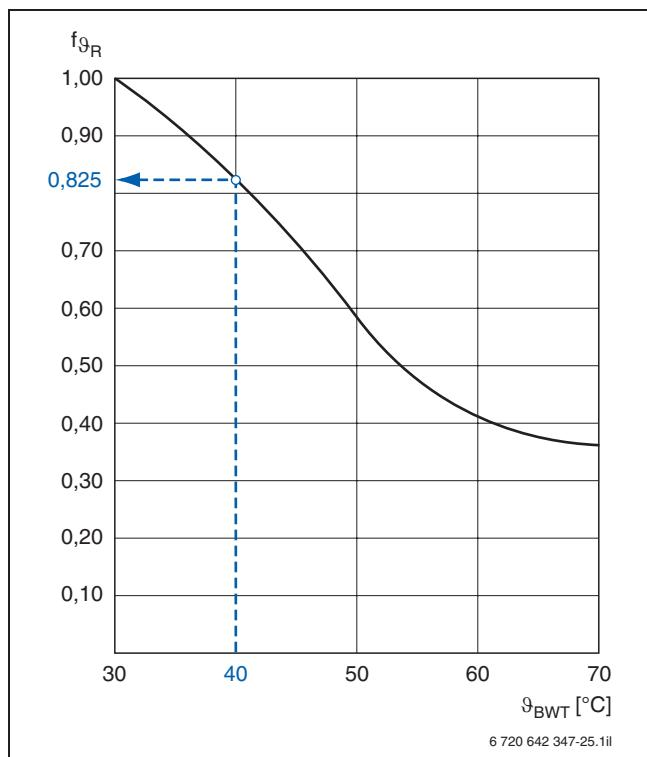

Рис. 29. Коэффициент пересчета номинальной теплопроизводительности при других температурах на входе
- $f_{\vartheta R}$**  Коэффициент пересчета см. рис. 29
- $f_{\vartheta R} = 0,825$  (см. рис. 29)